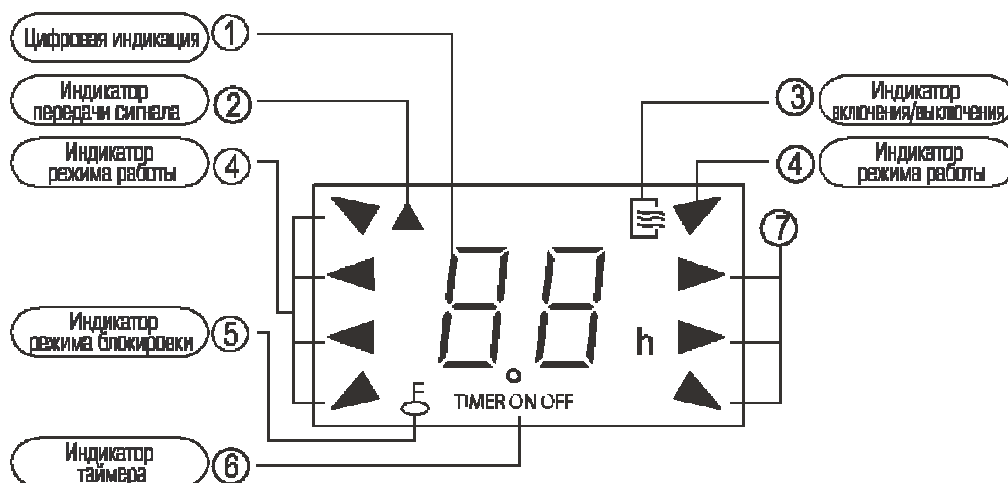

Рис.2
**Примечание:** Для наглядности на рис. 2 приведены одновременно все индикаторы.